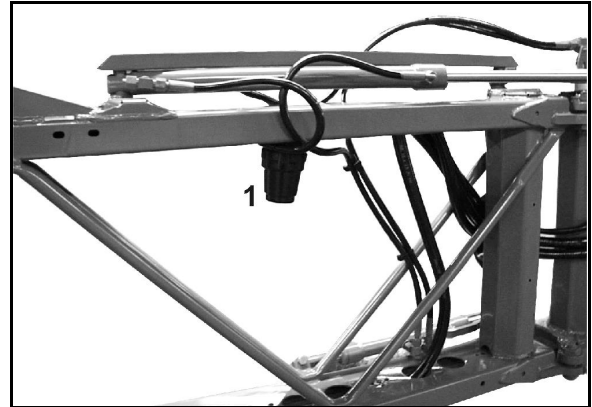

Fig. 161
- Rengør slangefiltrene (Fig. 161/1) hver 3.-4. måned alt efter anvendelsesforholdene.